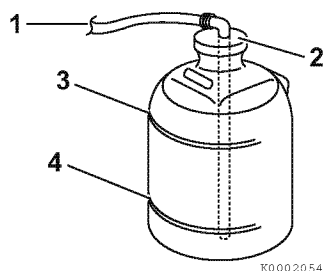

Figure 9
5. Enlevez le bouchon du vase d'expansion du liquide de refroidissement (2, **Figure 9**) et remplissez-le avec du mélange de refroidissement jusqu'au repère inférieur (4, **Figure 9**). Remettez le bouchon en place. Ne remplissez jamais jusqu'au repère supérieur (3, **Figure 9**). Capacité du vase d'expansion du liquide de refroidissement : 0,8 l (1,7 pinte)
6. Vérifiez le tuyau en caoutchouc (1, **Figure 9**) raccordant le vase d'expansion du liquide de refroidissement à l'échangeur thermique. Assurez-vous que le tuyau est bien raccordé et qu'il n'est ni desserré ni abîmé. Si des fuites surviennent dans le tuyau ou au raccord, une quantité excessive de liquide de refroidissement sera perdue.